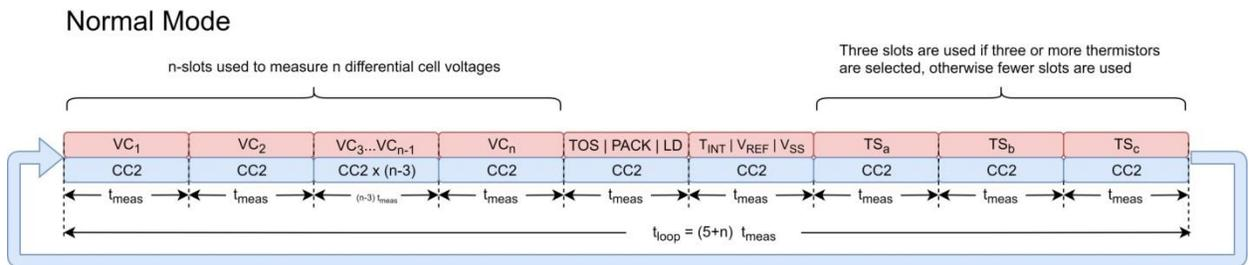

Figure 4. BQ76952 Measurement Loop
又因为无论均衡与否，BQ76952 始终会按照 Figure 4 所示的 **Measurement Loop** 进行电压采样，所以为了保证电芯电压在均衡时仍然能够采集到正确的电芯电压，BQ76952 会在采集均衡电芯及其相邻电芯电压时，短暂地关闭均衡 FET，等待电压采样完成后，再次导通均衡 FET，开启电压均衡。
2. 若是通过 **Settings:Configuration:Power Config:FASTADC** 启用了 FASTADC 功能，则 Figure 4 中所示的 t_{meas} 会从 3ms 压缩至 1.5ms，虽然采样时间缩短了，但是上述由滤波 RC 带来的电压恢复时间的比重变大了，误差也就增大，因此关闭 FASTADC 功能对提高电压采样精度也会有改善。